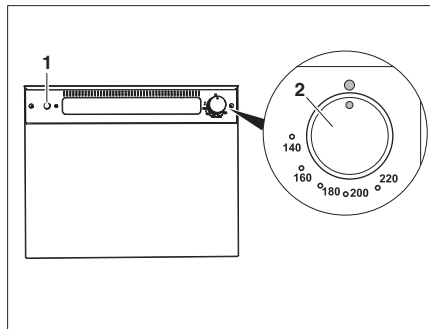

Bild 316 Gasugn (Thetford)
- Tryck lätt på vridregulatorn (Bild 316,2) och vrid den åt vänster till valfritt läge.
- Tryck på tändaren (Bild 316,1) tills lågan tänds.
- Vrid vridregulatorn (Bild 316,2) till "O". Flammen slocknar.